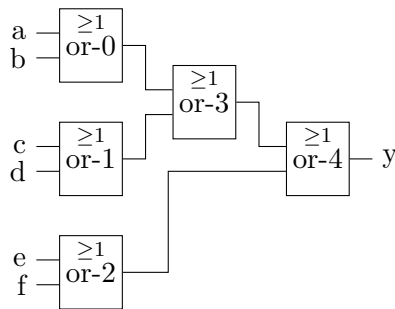

Abbildung 5: Schaltung als Baumstruktur
Diese Funktion (2) führt in einer direkten schaltungstechnischen Realisierung zu einer Baumstruktur wie in Abbildung 5 dargestellt.